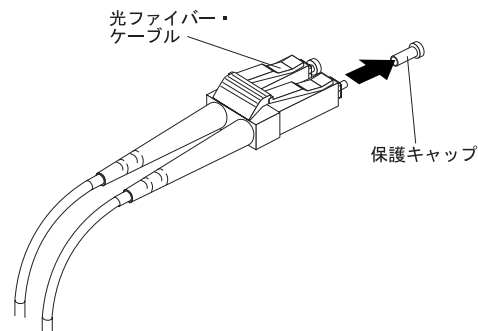

図 21. 光ファイバー・ケーブルからのキャップの取り外し
2. 光ファイバー・ケーブルの先端から保護キャップを取り外します。 図 21 を参照してください。